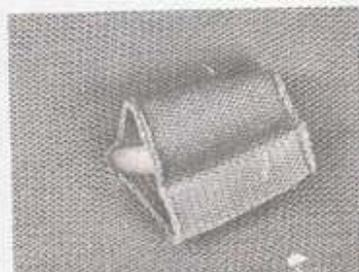

Fig. 79
- La poche est terminée, il faudra la retourner sur l'envers du travail et en coudre les 2 bords (fig. 79).